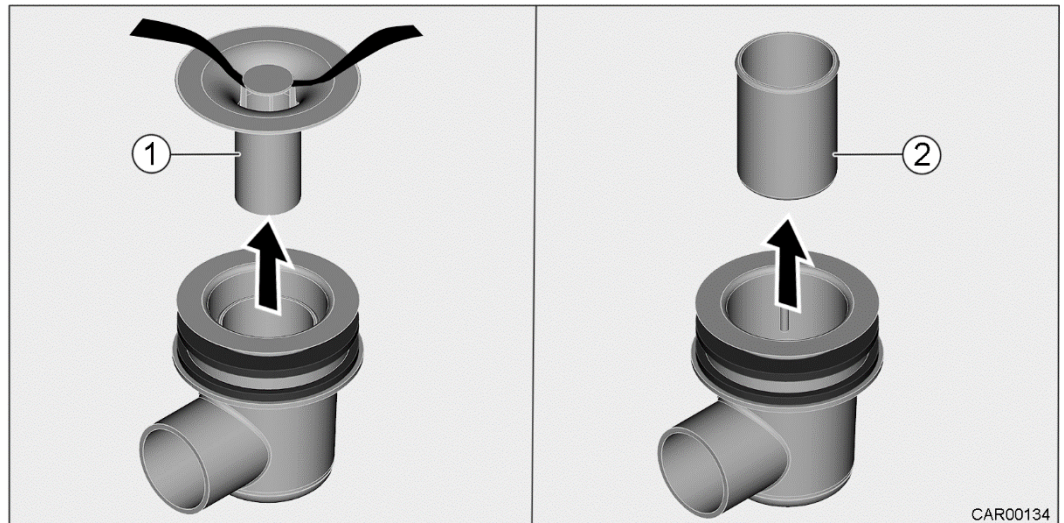

Fig. 143 Siphon (siphon, douche), variante avec parement chromé
1. Enfiler un bout de ficelle à travers le capuchon (Fig. 143/1), tirer prudemment le capuchon vers le haut et l'enlever.
2. Tirer le gobelet (Fig. 143/2) vers le haut et l'enlever.